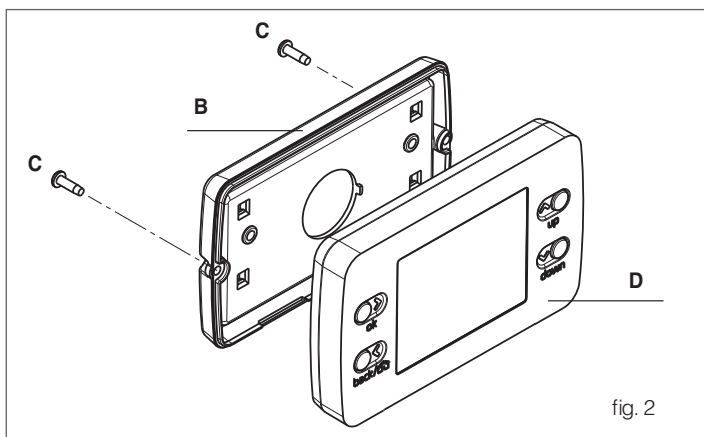

fig. 2
- Far passare il cavo attraverso il guscio inferiore (**B**, fig. 2).
- Assemblare il guscio al pannello comandi utilizzando le due viti (**C**, fig. 2) fornite a corredo verificando che l'aletta inferiore sia chiusa